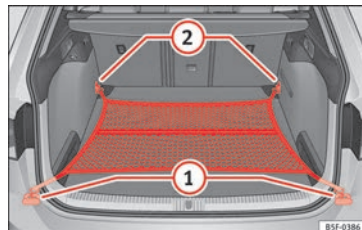

Fig. 177 En el maletero: bolsa de red enganchada a ras del piso (modelo LEON ST).
- Dado el caso, levante las argollas de amarre delanteras » **fig. 177** ②.
- Fije los ganchos de la red en las argollas de amarre ② » **fig. 177** ②. La cremallera de la bolsa tiene que quedar hacia arriba.
- Fije los ganchos de la red en las argollas de amarre ①.